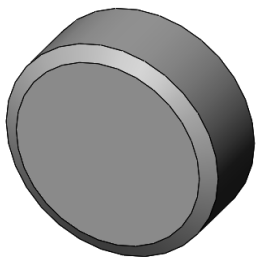

图 4-74 生成螺栓头部基本模型倒角
- [5] 单击【确定】按钮, 生成螺栓头部基本模型倒角，如图 4-74 所示。